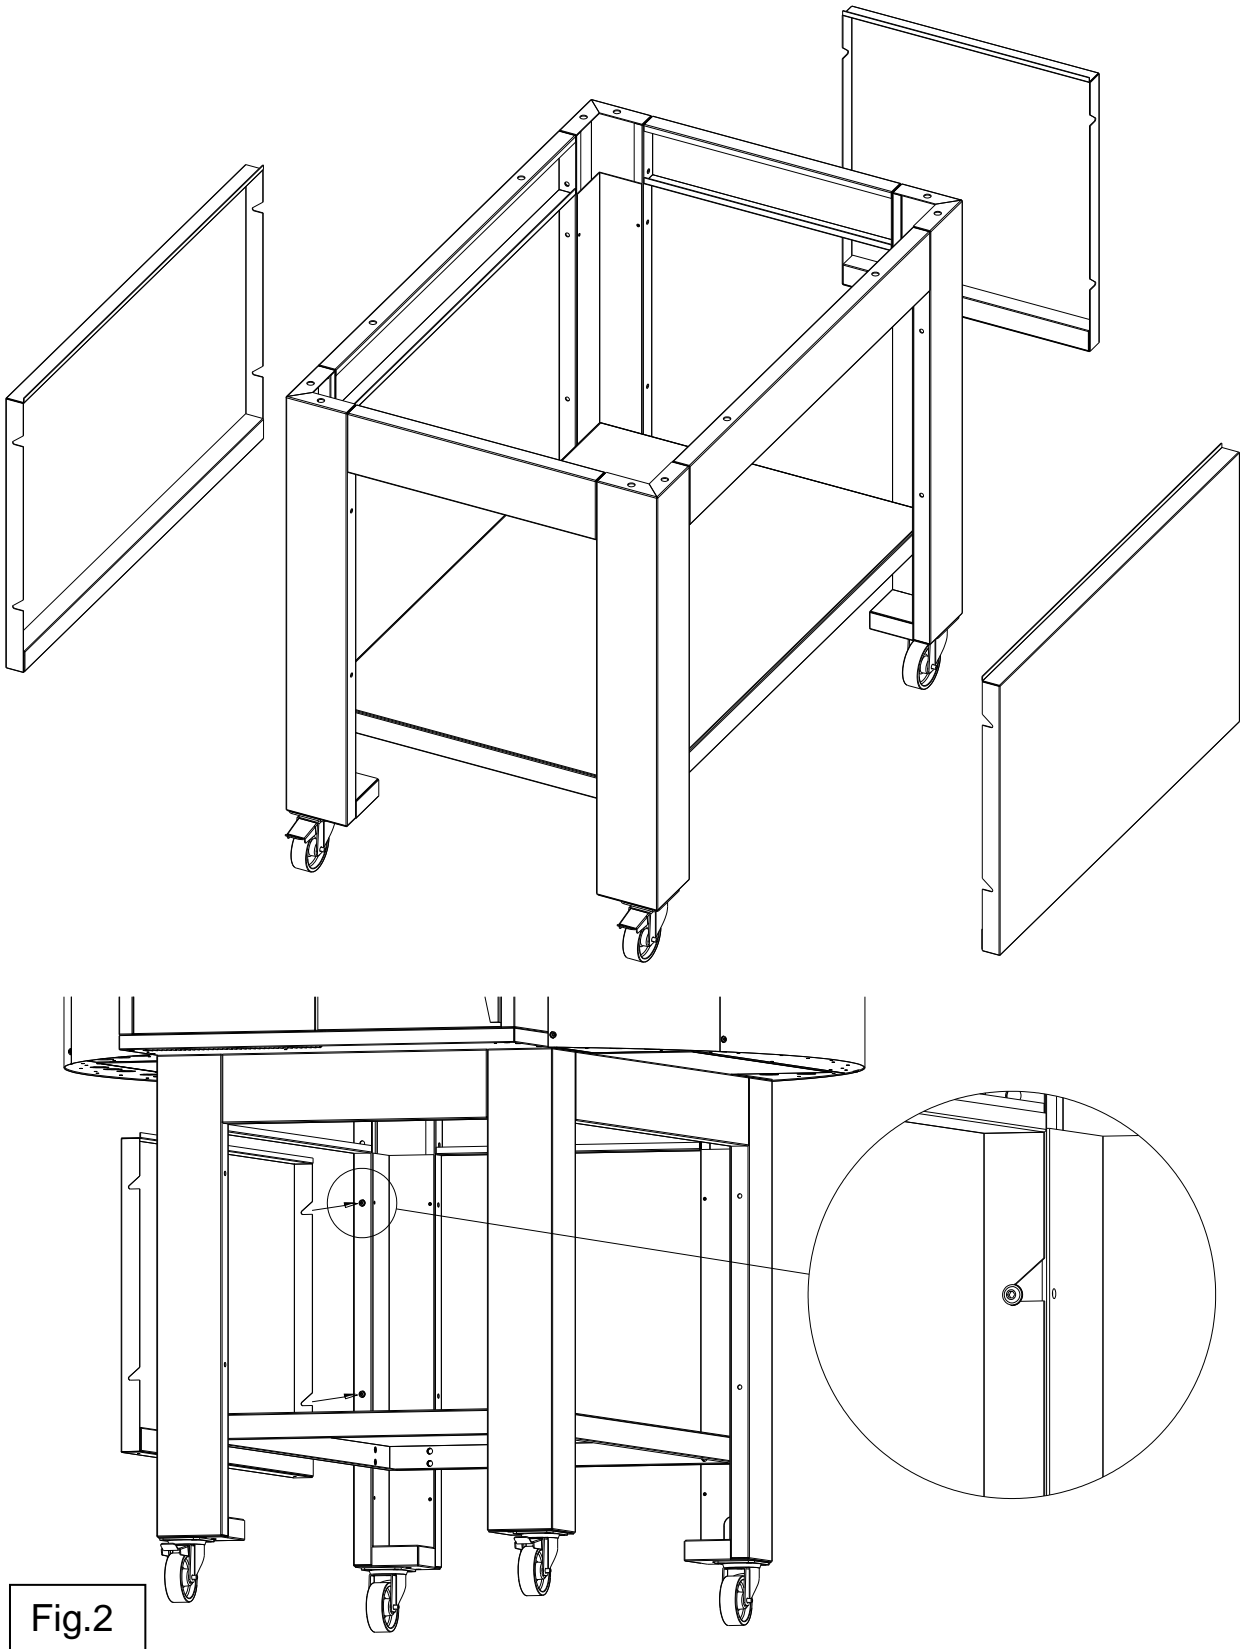

Fig.2
- 2- Separare il modulo dal basamento svitando le viti di fissaggio presenti nella parte inferiore (Fig.2).
- 2- Posizionare il pannello laterale sinistro ed agganciarlo alle gambe per mezzo delle sedi sagomate e le viti (Fig.2), fissare le viti. Eseguire le medesime operazioni per il pannello laterale destro e quello posteriore.
- Inserire il refrattario laterale sinistro A nel telaio B con la superficie piana rivolta verso l'interno camera (Fig.2).
- Inserire il refrattario laterale destro C nel telaio D con la superficie piana rivolta verso l'interno camera e la nicchia rivolta verso l'alto in coincidenza con il foro sul telaio per permettere il passaggio della sonda (Fig.2).
- Inserire i refrattari posteriori E nei telai con la superficie piana rivolta verso l'interno camera (Fig.2).